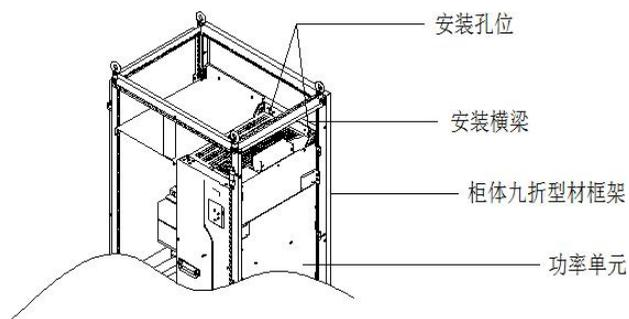

图 4-7 NL500 55~500kW 各类机型的机柜 3D
- （2）NL500 55~500kW 各类机型装入九折型材 600mm 深机柜时，安装横梁必须向内弯折（如图 4-7 所示），借用立柱的空间（在装 800mm 深或以上标准机柜时，无此限制）